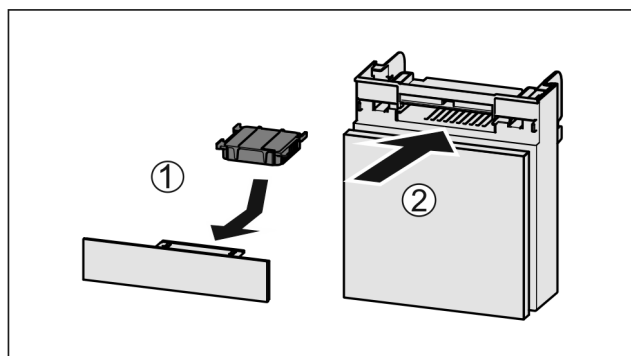

Fig. 120
- ▶ Sätt in *Fig. 120 (1)* aktivtkolfiltret enligt bilden.
- ▶ Skjut in *Fig. 120 (2)* lådan.